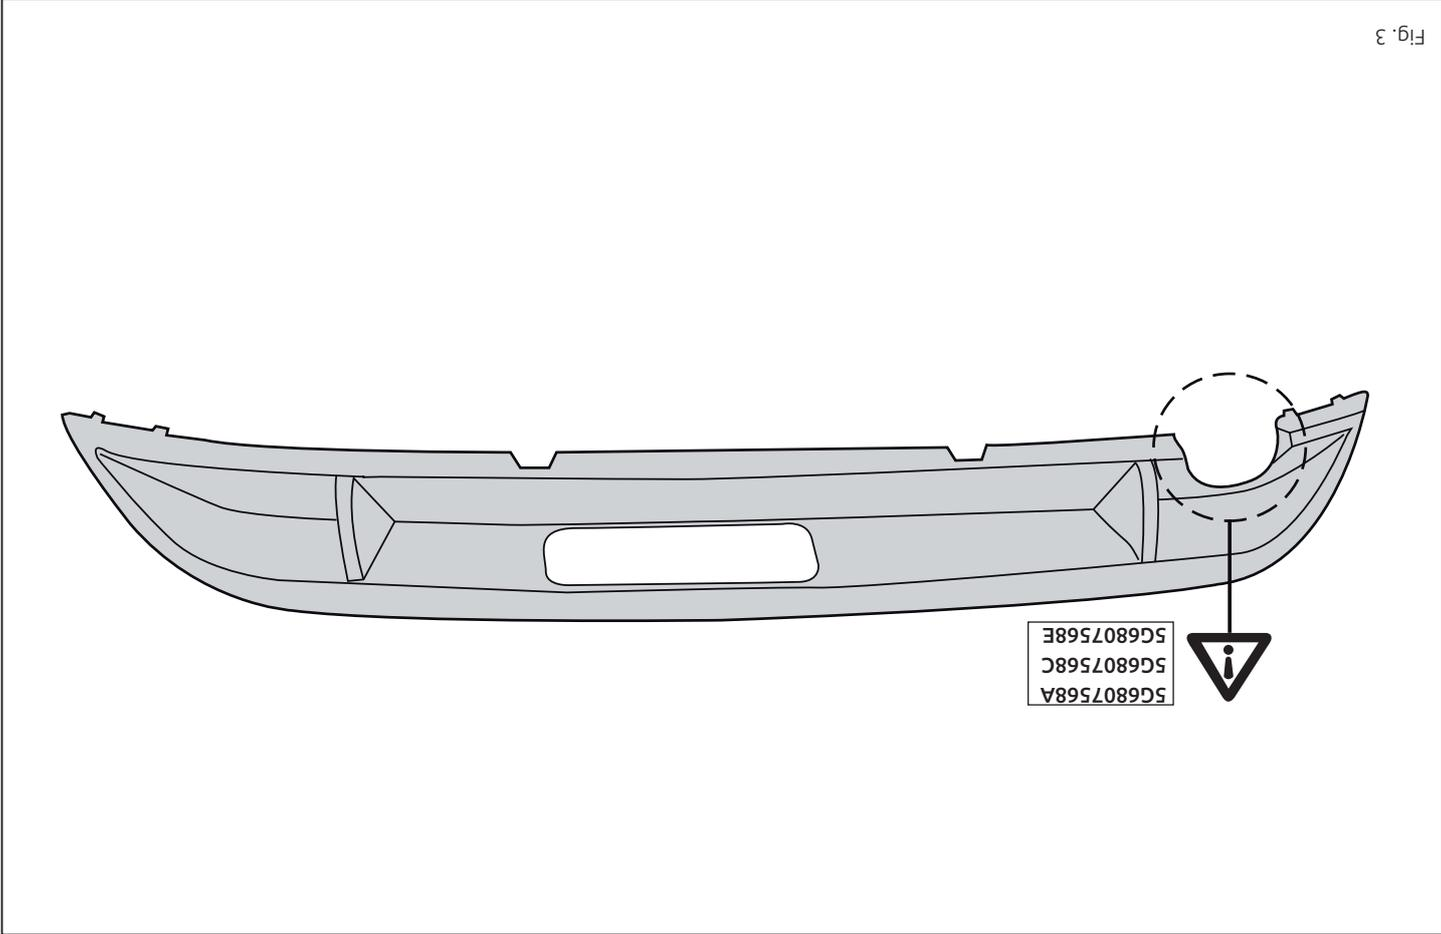

Fig. 3
See figure 3
**Den Stoßfänger können Sie unter Angabe der folgenden Volkswagen-dealer bestellen. Siehe Abbildung 3**
Le becquet de pare-choc peut être commandé chez votre concessionnaire Volkswagen dealer. Voir la figure 3
Se fig 3